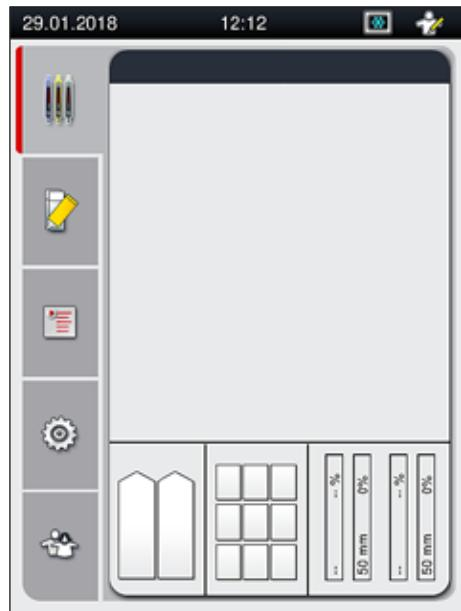

Рис. 12
7. По окончании фазы инициализации на экране появляется главное меню (→ Рис. 12).